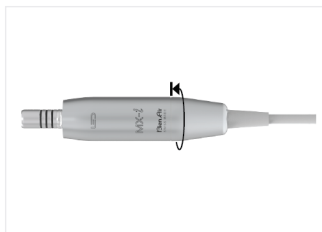

FIG. 4
4. Segurando o motor, aparafuse completamente a manga do cabo à ligação traseira do motor. FIG. 4.